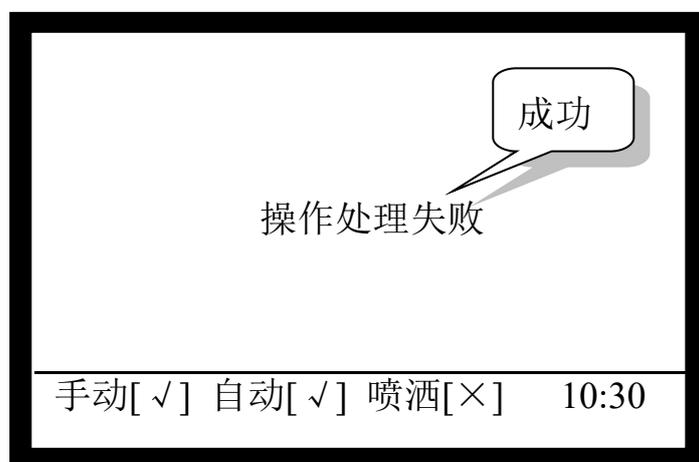

图 4-15
本系统在操作的过程中会提示操作处理结果。当进行任何非法操作时，将提示“操作处理失败”信息；当进行设备定义、联动编程操作时，如果操作正确，完成操作后液晶屏将提示“操作处理成功”，如图 4-15 所示。
- ✧ 按“确认”键存储，如该设备未曾被屏蔽，屏幕的屏蔽信息中将增加该设备（如图 4-22），否则在显示屏上提示“操作处理失败”（如图 4-15）。
✧ 按“确认”键存储，如该设备已被屏蔽，此设备被取消屏蔽，显示屏提示“操作处理成功”，否则显示屏上提示“操作处理失败”，如图4-15所示。